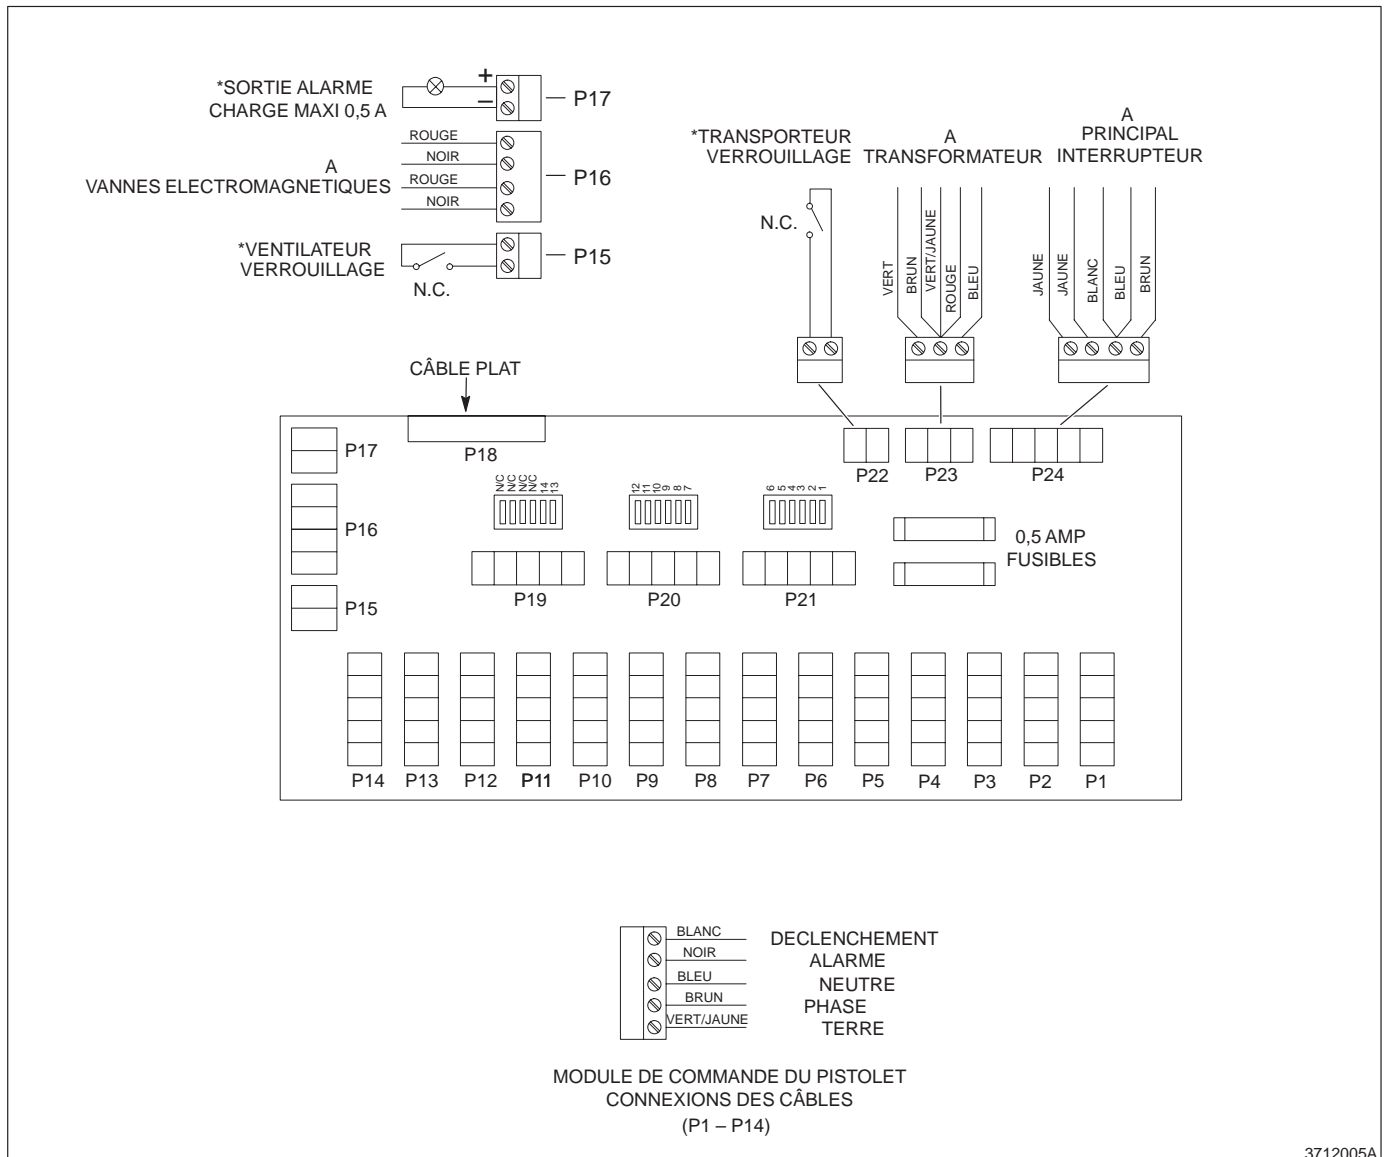

Fig. 3-1 Connexions électriques sur la carte principale (internes, modules de commande des pistolets, verrouillages du ventilateur et du transporteur)
3. Passer les câbles des modules de commande des pistolets dans les connecteurs à décharge de traction et brancher la prise correspondante aux bornes (P1–P14) sur la platine principale, comme indiqué sur la figure 3-1. Serrer fort les connecteurs à décharge de traction pour un maintien des câbles et une fermeture hermétique du boîtier.
2. Passer les câbles de ces interrupteurs normalement fermés (fournis par le client) à travers les connecteurs à décharge de traction et les brancher sur les bornes de la carte principale (P15 : ventilateur ; P22 : transporteur) comme indiqué sur la figure 3-1.
2. Amener le câble dans la borne P17 et brancher les conducteurs comme indiqué à la figure 3-1. Serrer fort les connecteurs jusqu'à ce que les câbles soient bien maintenus.
3. Retirer le bouchon de plastique de l'éjecteur non utilisé et mettre en place un connecteur de 15 mm à décharge de traction (pièce no. 630 915) dans le perçage. Tirer le câble d'alimentation/de commande fourni avec le module de commande du pistolet à travers le connecteur à décharge de traction et les brancher au connecteur sur la carte principale (de P1 à P14) comme indiqué sur la figure 3-1. Enficher le connecteur sur la carte principale. Serrer fort le connecteur jusqu'à ce que les câbles soient bien maintenus.